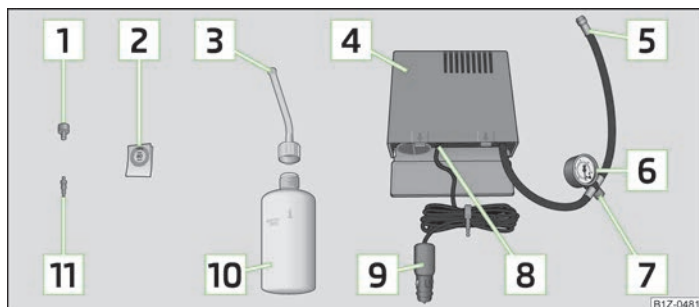

Fig. 152 Componentele setului
- › Lipiți autocolantul [2] » fig. 152 la pagina 185 pe planșa de bord, în câmpul vizual al șoferului.
- › Scuturați de câteva ori bine recipientul de umplere a anvelopei [10] » fig. 152 la pagina 185.
- › Înșurubați bine furtunul de presiune [5] » fig. 152 la pagina 185 al compresorului de aer pe ventilul anvelopei.